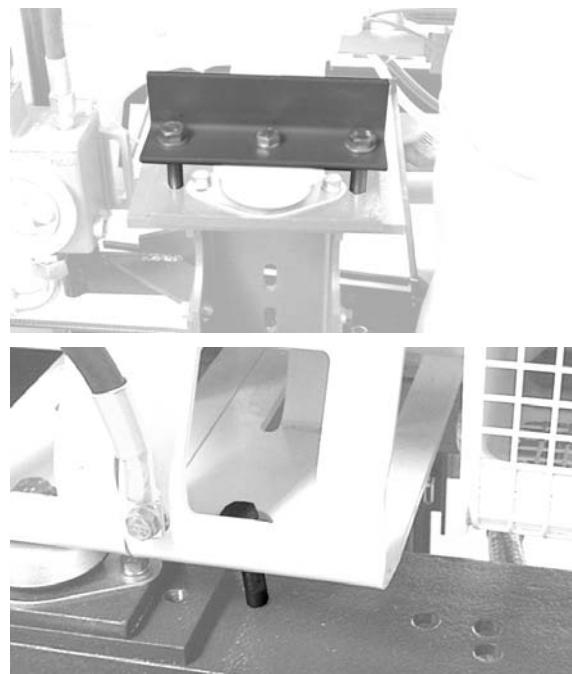

Рис.7 Удалить четыре транспортных предохранителя с эластичных опор двигателя и генератора
- 2. Снять транспортные предохранители с упругих опор двигателя (Рис.7)